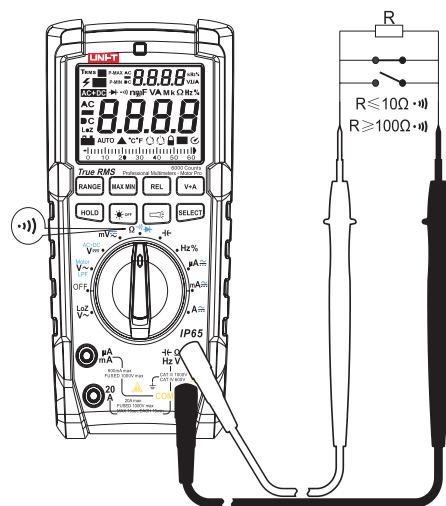

Abbildung 3b
- Mit Widerstandsmessungsfunktion können Sie den Sicherungsdraht selbst prüfen (siehe Abbildung 3b)